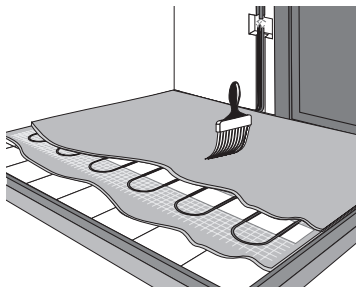

Рис. 4
15. Залейте нагревательный мат слоем раствора для крепления плитки толщиной 5-8 мм и дайте ему высохнуть в соответствии с инструкцией по применению используемой плиточной смеси. (рис. 4).